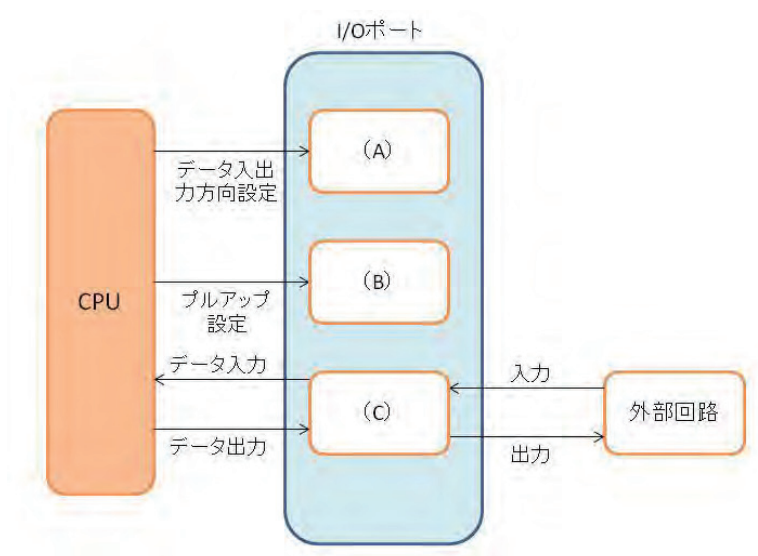

図 5 I/O ポートのレジスタ
問題 1 7 図 5 は、H8/3067 の I/O ポートのレジスタである。(A) ～ (C) にあてはまるレジスタ名を答えよ。